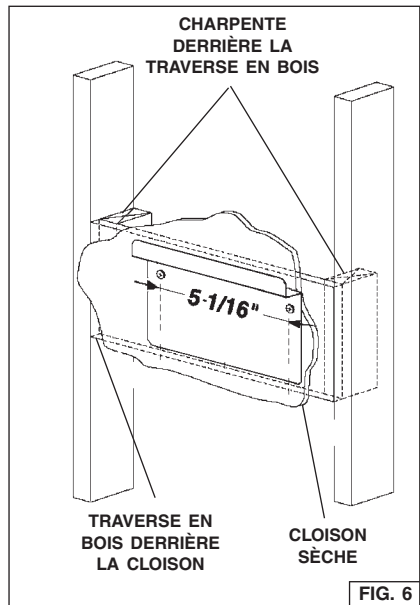

FIG. 6
2. Construisez une charpente de bois qui affleure la surface intérieure des montants du mur. Fig. 6.